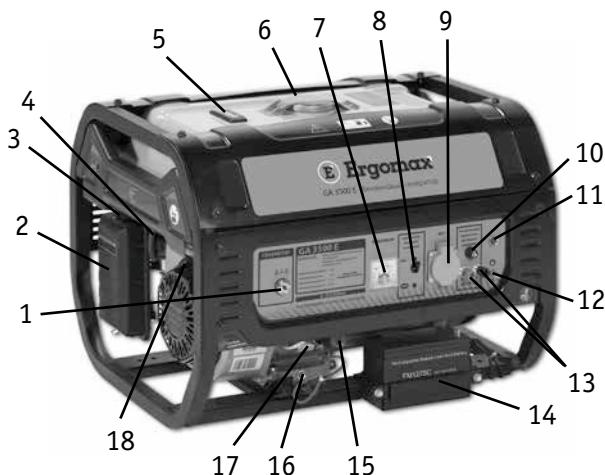

Рис. 1.1
Внешний вид генераторов и расположение элементов управления представлено на **рис. 1.1 и 1.2**.
1. Открутите крышку маслозаправочной горловины (15) (**рис. 1.1**) и вытрите щуп крышки чистой тряпкой (**рис. 2.1**).
Проверьте уровень топлива по шкале уровня топлива (5) (**рис. 1.1**), если уровень топлива низкий, то:
1. Открутите крышку топливного бака (6) (**рис. 1.1**).
ВНИМАНИЕ! Перед пуском двигателя убедитесь, что ни один электроприбор не подключен к генератору, а выключатель выходного напряжения (8) находится в положении «ВЫКЛ» (**рис. 1.1**).
- Потяните на себя рукоятку стартера (18) (**рис. 1.1**), пока не почувствуете натяжение шнура стартера, затем резко дерните рукоятку на себя. Аккуратно верните на прежнюю позицию рукоятку стартера. Повторите несколько раз, пока двигатель не заведется.